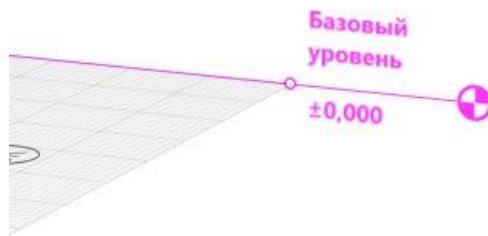

Рис. 1 Выделение Базового уровня
3. Выберем инструмент **Выбор объекта**  . Щелкнем по обозначению **Базового уровня**. Он подсветится розовым и появится его характерная точка (рис. 1)